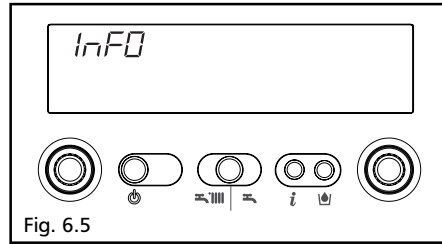

Fig. 6.5
Premendo il tasto  il display si spegne e compare solo la scritta **Info** (fig. 6.5).
**Info 0** visualizza la scritta Info (fig. 6.5)